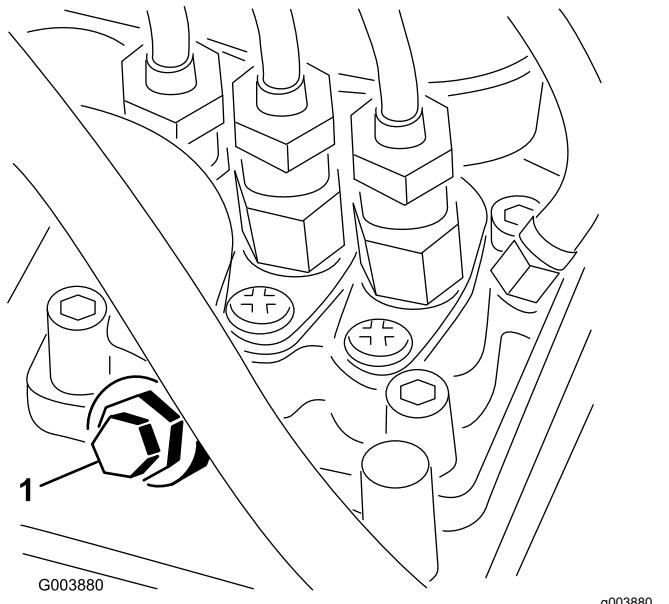

Figura 36
4. Aprite la vite di sfiato sulla pompa d'iniezione (Figura 36).